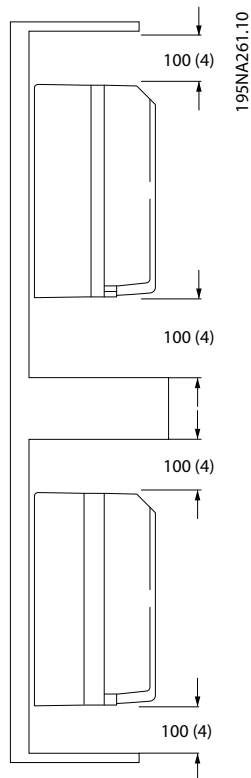

Abbildung 2.1 Freiraum über und unter Frequenzrichter zur Kühlung
- Über und unter dem Gerät muss ein Freiraum von mind. 100 mm für Luftkühlung gelassen werden. Siehe *Abbildung 2.1*.